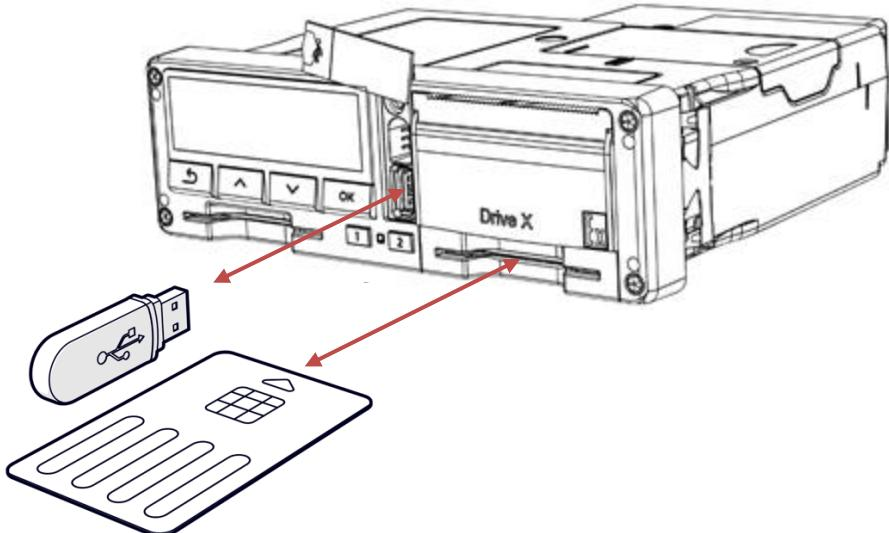

Рисунок 31. Выгрузка данных
- с помощью USB накопителя. Подключение USB накопителя к тахографу производится через USB разъем (см. Рисунок 31. Выгрузка данных). Для выгрузки «Архива карты» необходима сама карта водителя. Для выгрузки «Архив тахографа» должна быть установлена карта предприятия, контролера или мастерской, и введен ее PIN-код. Расшифровка информации, скопированной с тахографа, производится с помощью специализированного ПО. ПО доступно на сайте производителя <https://nrdrive.ru/> в разделе «Поддержка» → «Документация и ПО».